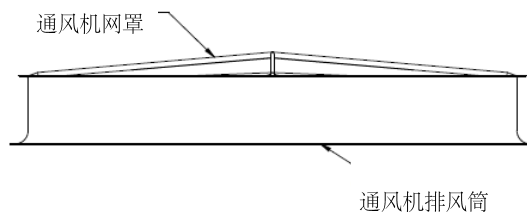

图11 - 支架的安装
2. 通风机网罩由一个“十”字型的支架支撑着。将支架架在排风筒顶部（见图11），用M10的螺栓将其固定在排风筒上。